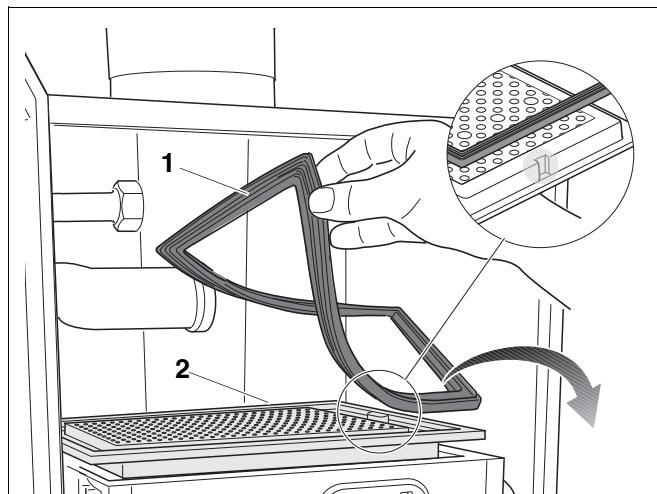

Рис. 105 Демонтаж горелки и уплотнения горелки
- Снять уплотнение горелки (рис. 105, поз. 1) и при необходимости заменить.
- Снять горелку (рис. 105, поз. 2) и очистить сжатым воздухом или мягкой щеткой со всех сторон.
При установке горелки на место следите за тем, чтобы паз находилась с правой стороны (рис. 105, лупа).